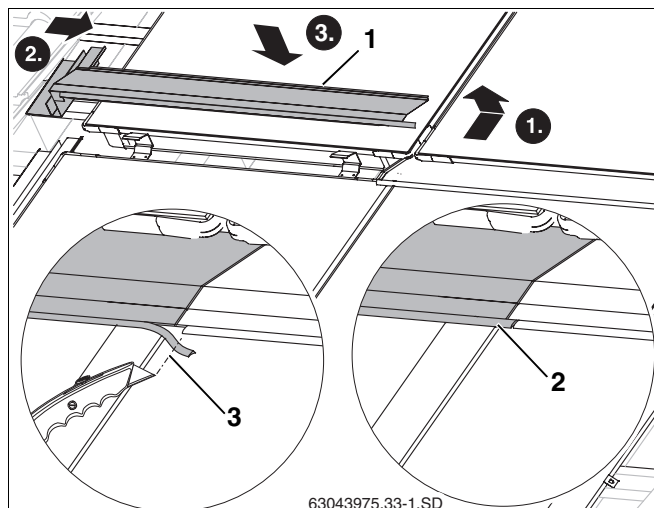

Рис. 53 Укладка левого среднего накладного листа
- Отогнутый край левого накладного листа (рис. 53, поз. 1) уложить так же, как и для правого листа в раму коллектора.
- Укоротить резиновый язычок настолько (рис. 53, поз. 3), чтобы он уперся в резиновый язычок правого накладного листа.
- Вставить резиновый язычок левого накладного листа в фальц правого накладного листа (рис. 53, поз. 2).